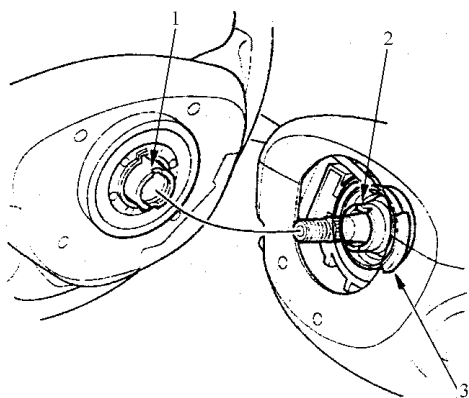

图 7-12 凸轮与凸耳啮合
3) 将转向盘安装到转向柱轴上, 如图 7-12 所示, 确保转向盘壳与喇叭解除凸轮上的凸耳啮合。安装转向盘时, 不要击打转向盘和转向柱轴。